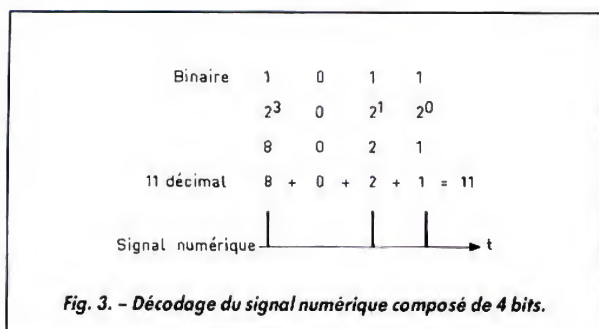

Fig. 3. - Décodage du signal numérique composé de 4 bits.
Nous pouvons comparer, par exemple, cette tension comme celui du niveau 11 analogique. Ce nombre décimal traduit en binaire vaut $1 + 0 + 1 + 1$, ce qui veut dire $2^3 + 0 \cdot 2^2 + 2^1 + 2^0$. La figure 3 montre la conversion du niveau analogique (11) en niveau numérique 1011 binaire.